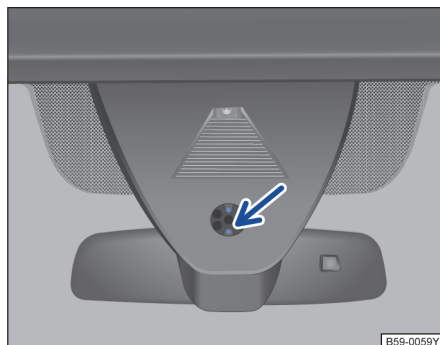

图 123 雨量传感器的传感表面。
雨量传感器的传感表面内 → 图 123 发生故障和误读的可能原因有：
**i** 定期清洁雨量传感器的传感表面，然后检查刮水片是否损坏→图 123（箭头）。